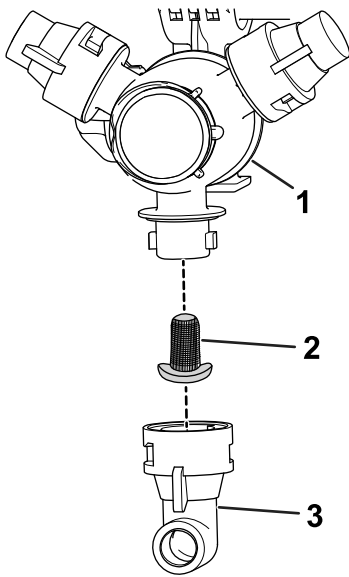

图31
2. 从喷嘴转动架卸下喷嘴（图31）。
3. 拆下喷嘴过滤器（图31）。
5. 安装喷嘴过滤器（图31）。
6. 将喷嘴安装到喷嘴转动架上（图31）。